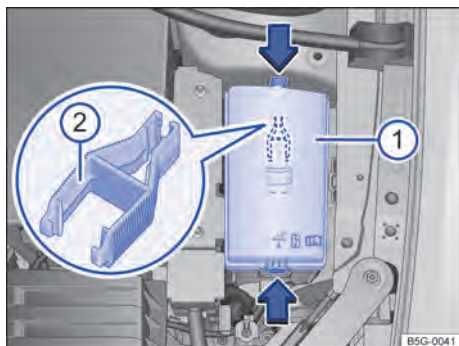

Fig. 240 No compartimento do motor: cobertura ① da caixa de fusíveis com alicate de plástico ②.
- Pressionar os botões de travamento no sentido da seta para destravar a cobertura da caixa de fusíveis → Fig. 240 ①.
No lado interno da cobertura da caixa de fusíveis no compartimento do motor pode haver uma pinça de plástico → Fig. 240 ② para a retirada dos fusíveis.